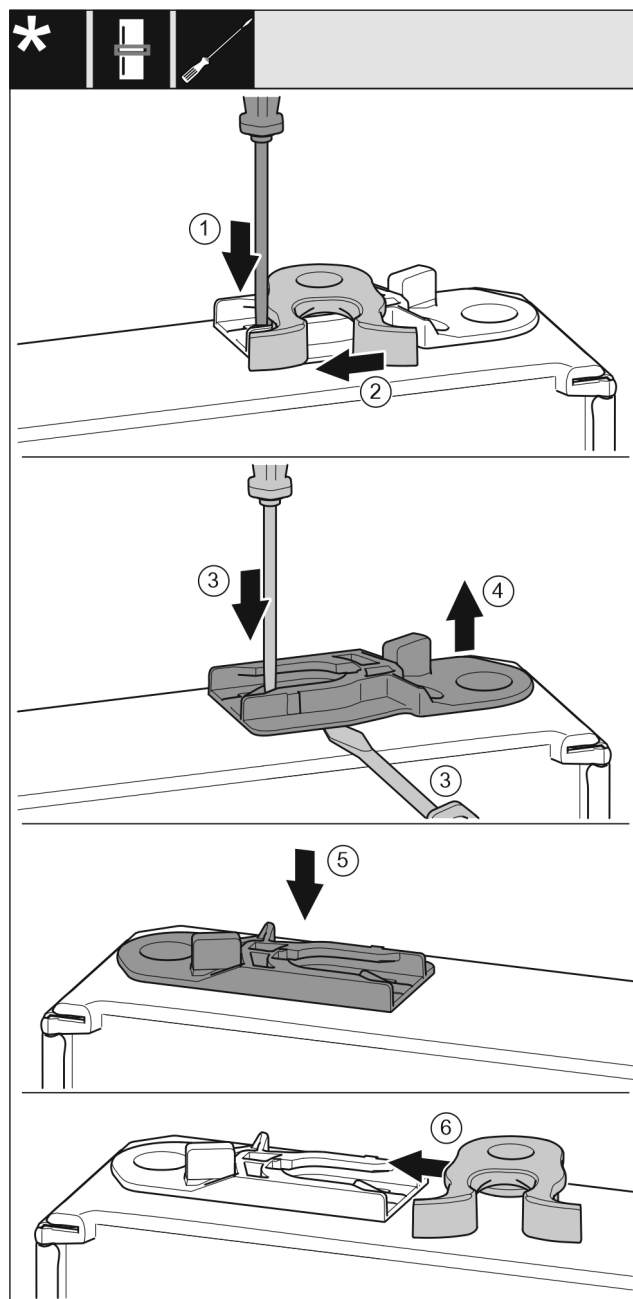

Fig. 50 *
- Plochým šroubovákem přitlačte lamelu Fig. 50 (1) dolů.*
- Vytáhněte petlici Fig. 50 (2) z vedení.*
- Vytáhněte vodící pouzdro Fig. 50 (3, 4): Stiskněte jazýček šroubovákem a současně plochým šroubovákem zajedťte pod vodící pouzdro.*
- Vodící pouzdro Fig. 50 (5) přiložené v příslušenství zasuňte na druhé straně pláště.*
- Petlici Fig. 50 (6) zasuňte do vedení.*